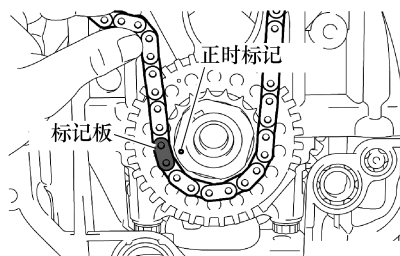

图 1-172 安装正时链到曲轴齿轮上
③ 将链条的标记板(粉红色或金色)与曲轴正时链轮的正时标记对准，并将链条安装到曲轴正时链轮上，见图 1-172。